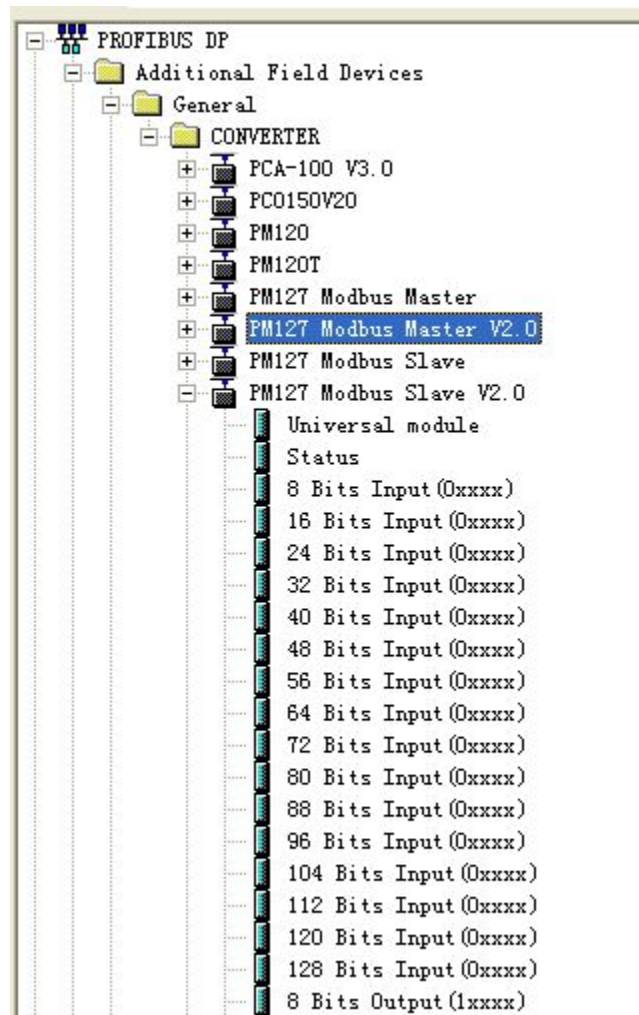

图 8
- ✧ 在菜单栏中选择 Options->Update Catalog, 在 Device 目录中更新所注册的设备, 您可以在右侧窗口 /Profibus DP/Additional Field Devices/Converter/找到您注册的设备, 如图 8 所示: